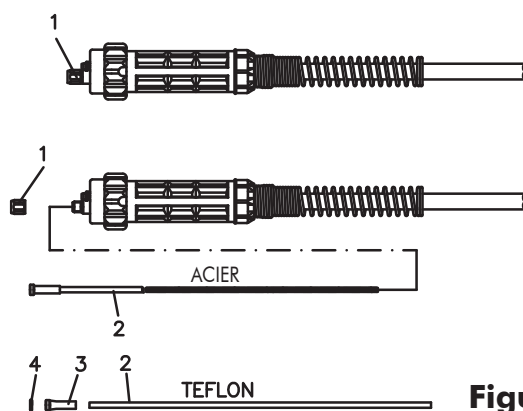

**Figure 5**
- Desserrer et abaisser le bouton en plastique (A) et relâcher le levier presse-fil (B)(Fig.5). Extraire les résidus de fil éventuels de la gaine guide-fil.
- Relâcher le fil de la bobine et le tenir serré avec une paire de pinces de façon à ce qu'il ne puisse pas se dérouler. Si nécessaire, le redresser avant de l'introduire dans le guide d'entrée (C) du fil. Y introduire le fil en le faisant passer au-dessus du galet inférieur (D) et dans la gaine guide-fil.
- Abaisser le levier presse-fil (B) et soulever le bouton en plastique (A). Serrer légèrement. Un serrage excessif bloque le fil et pourrait endommager le moteur. Une serrage insuffisant ne permettrait pas aux galets d'entraîner le fil.